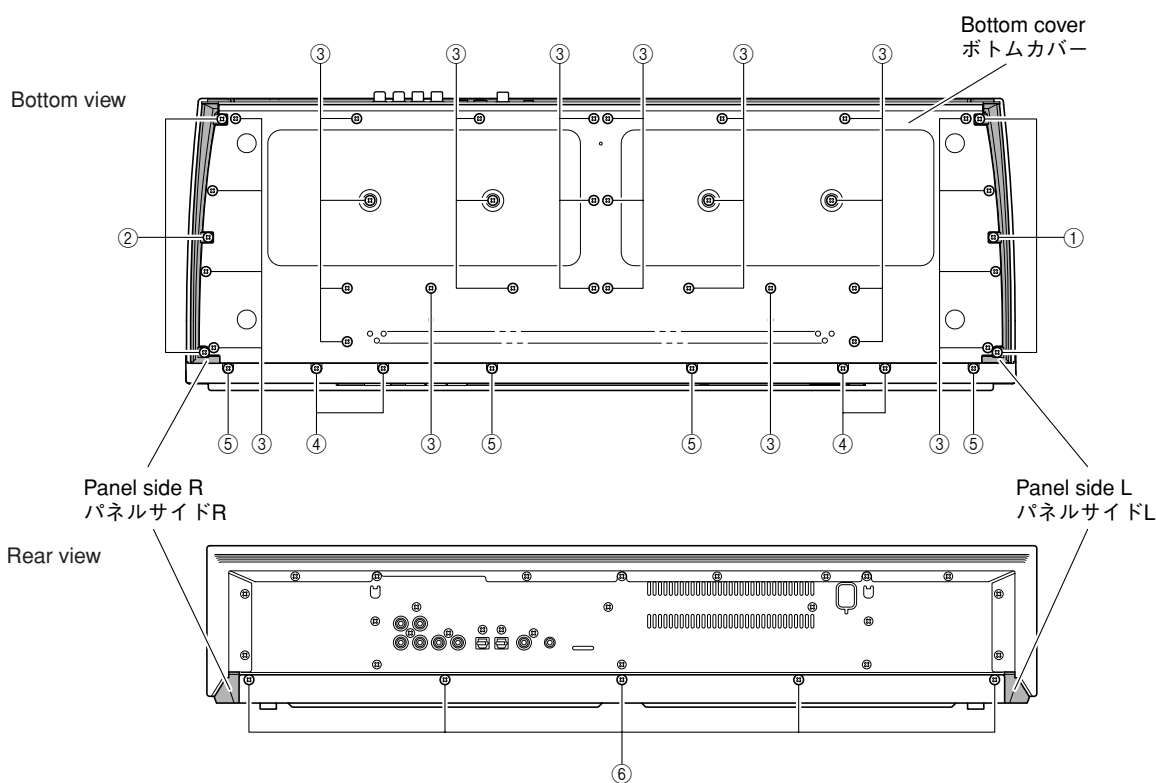

Fig. 8
- Remove 3 screws (①) and then remove the side panel L. (Fig. 8)
- Remove 3 screws (②) and then remove the side panel R. (Fig. 8)
- Remove 30 screws (③), 4 screws (④), 4 screws (⑤) and 5 screws (⑥). (Fig. 8)
- ①のネジ3本を外し、パネルサイドLを取り外します。(Fig. 8)
- ②のネジ3本を外し、パネルサイドRを取り外します。(Fig. 8)
- ③のネジ30本、④のネジ4本、⑤のネジ4本、⑥のネジ5本を外します。(Fig. 8)